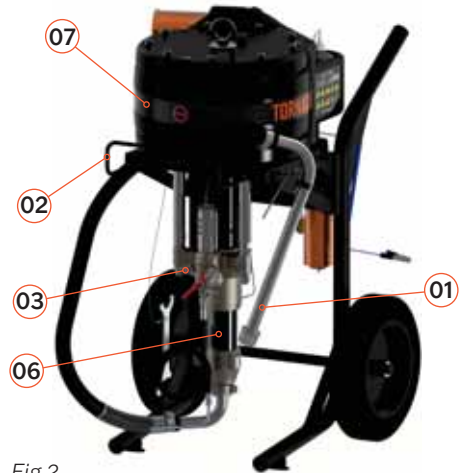

Fig.2
- 01** Sonda de Absorção (Fig. 2)
- 02** Suporte para mangueiras (Fig. 2)
- 03** Saídas de produto (Fig. 2)
- 06** Cilindro Hidráulico (Fig. 2)
- 07** Cilindro Pneumático (Fig. 2)
- 08** Carro de transporte (Fig. 2)